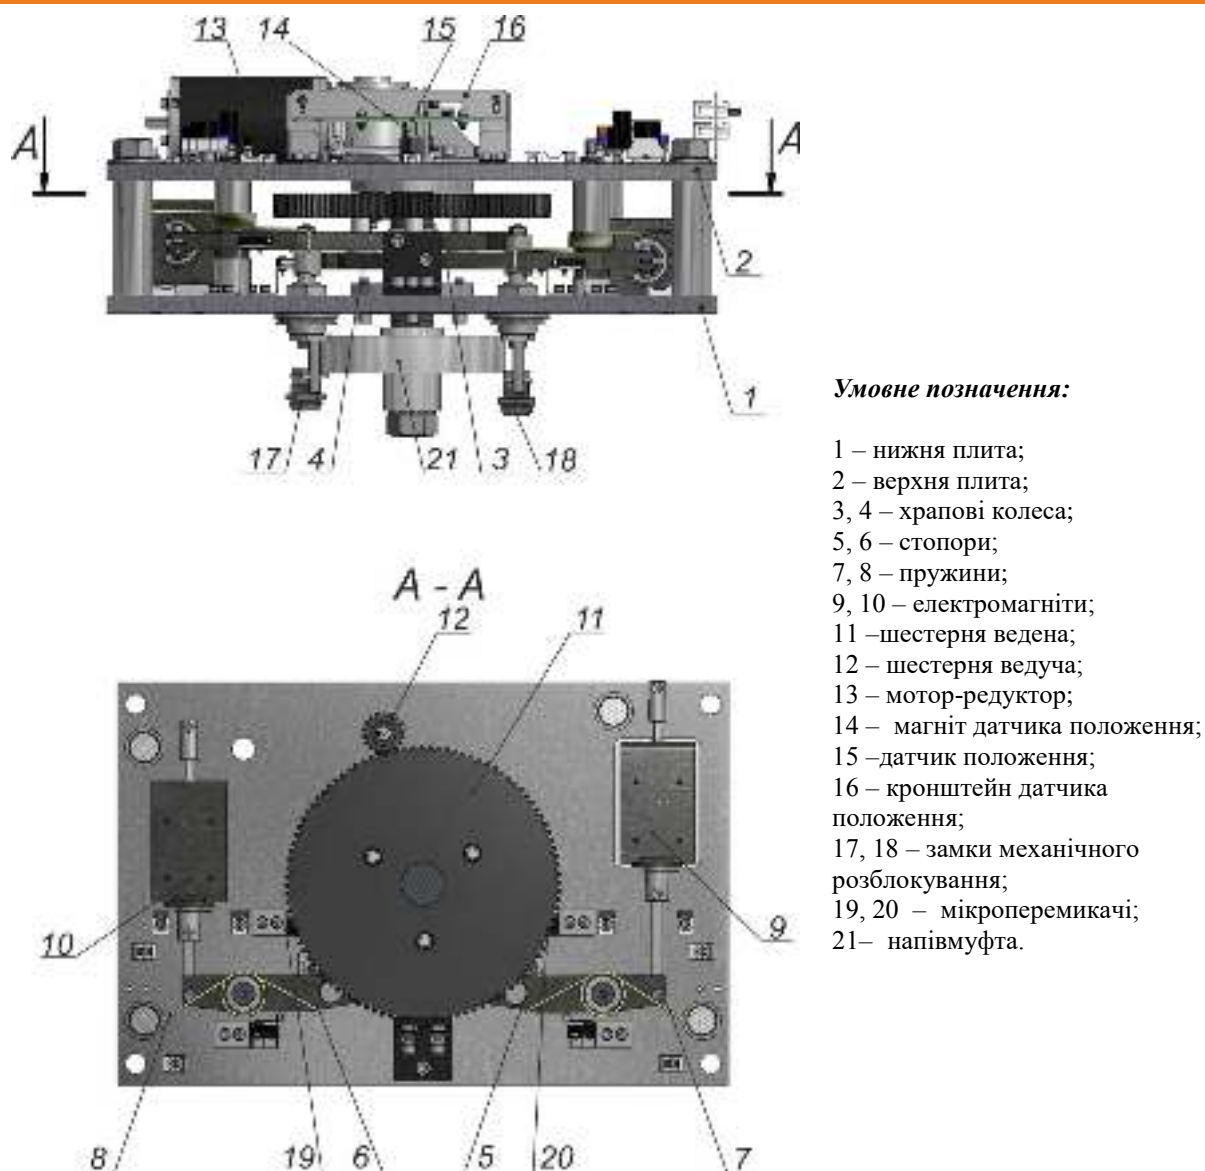

Рис. 4 – Конструкція механізму керування ротором
1.4.2.1 Конструкція механізму керування ротором (див. рисунок 4) складається з нижньої та верхньої плит **1** і **2**, на яких розміщуються основні елементи конструкції.